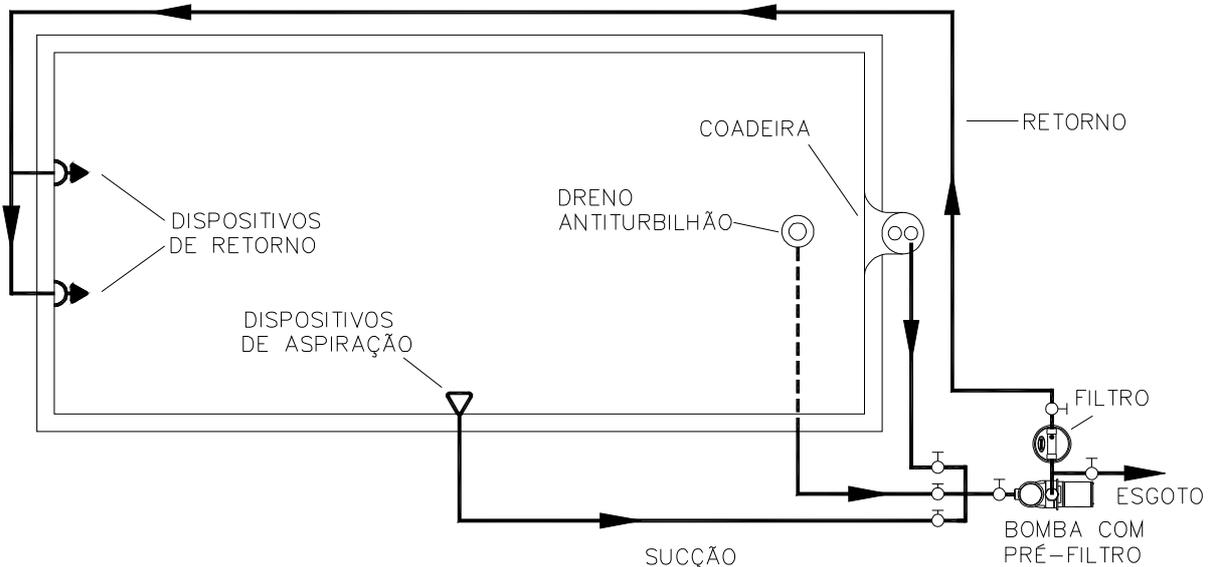

Figura 3
3. Conecte a coadeira, o dreno e o dispositivo de aspiração da piscina com a sucção da bomba (figura 3). Conecte a descarga da bomba com o bocal "ENTRADA" do filtro, e o bocal "SAÍDA" do filtro com a tubulação de retorno da piscina (figuras 2 e 3).